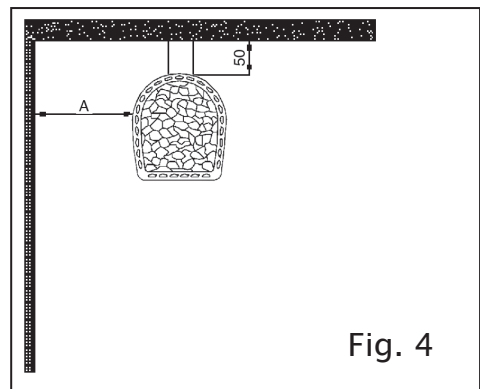

Fig. 4
4. În cazul în care peretele va fi zidit din cărămidă, între suprafața verticală a focarului și perete va fi suficient un spațiu de 50 mm. (Vezi fig. 4).